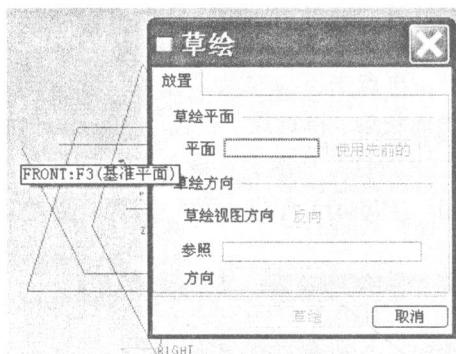
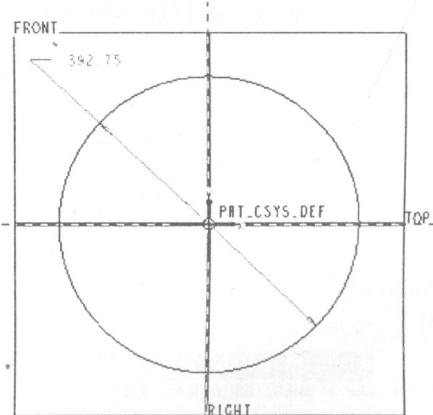

图 1-7 确定草图放置平面
图 1-8 绘制一个圆
(4) 系统弹出如图 1-7 所示草绘对话框, 在屏幕底部, 系统提示“选取一个平面或曲面以定义草绘平面”(Select a plane or surface to define sketch plane), 这时, 点击图形区中的“FRONT”标记, 然后再点击草绘对话框中的“草绘”(Sketch)按钮。
(5) 系统进入草绘功能, 同时弹出参照对话框, 直接点击“关闭”(Close)按钮, 使用缺省设置。
(6) 点击下拉菜单“草绘”(Sketch)→“圆”(Circle)→“圆心和点”(Center and Point), 任意指定圆心, 点击左键确定, 这时, 出现一黄色的圆, 移动鼠标, 圆的半径发生变化, 任意指定一位置, 点击左键确定, 再按鼠标中键(鼠标滚轮)结束, 结果如图 1-8 所示。